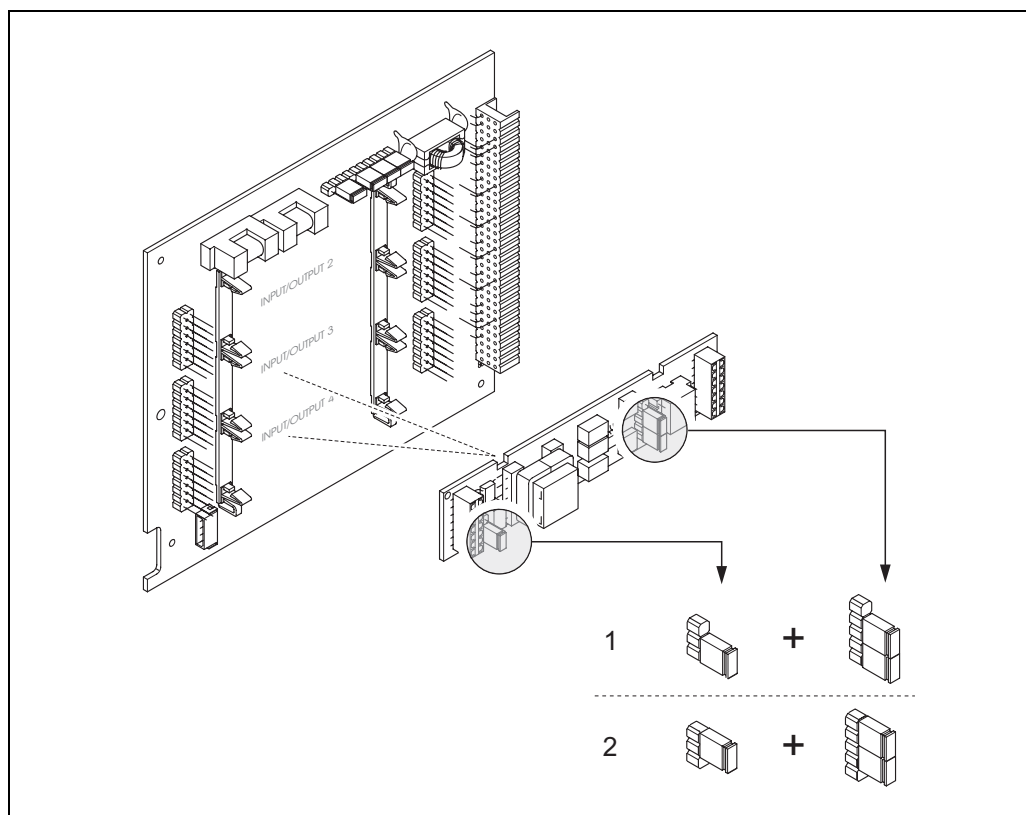

Fig. 35: Configurazione degli ingressi in corrente mediante ponticelli (schede di I/O flessibili)
3. Installare i ponticelli →Fig. 35